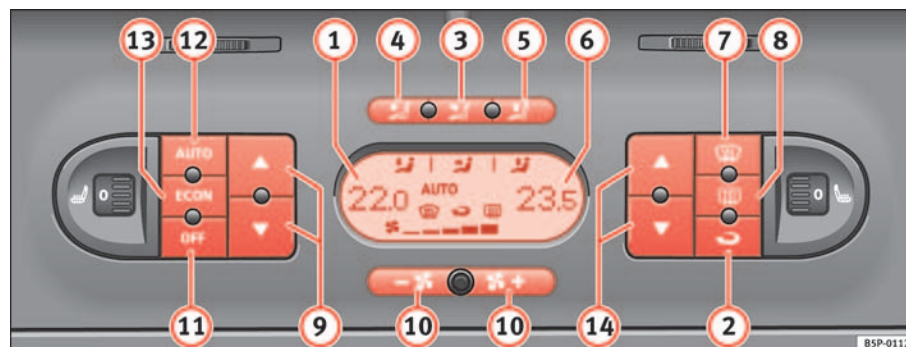

Fig. 128 Mandos del 2C-Climatronic en el tablero de instrumentos
⇒ página 165, fig. 128 (3) al (5), la tecla **ECON** o pulse las teclas de la turbina (10). El símbolo **AUTO** desaparecerá del display.
- Pulse la tecla  ⇒ **página 165, fig. 128 (2)** para conectar o desconectar la recirculación de aire. Está conectada si en el display aparece el símbolo .